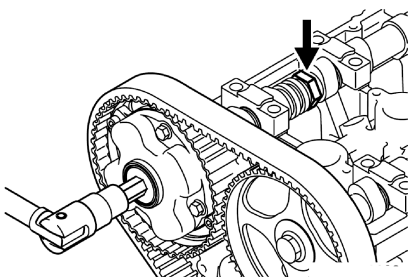

图 4-87 拆卸凸轮轴塞盖
(1) 塞盖的拆卸 用扳手握住凸轮轴的六角部分, 松开塞盖, 如图 4-87 所示。